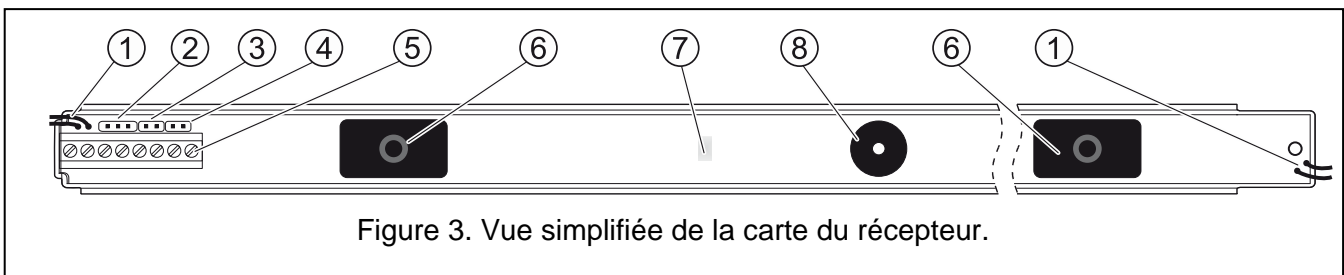

Figure 3. Vue simplifiée de la carte du récepteur.
Légende de la figure 3 :
- Retirer le cavalier des broches SAP (voir : description des broches marquées ③ sur la figure 3),